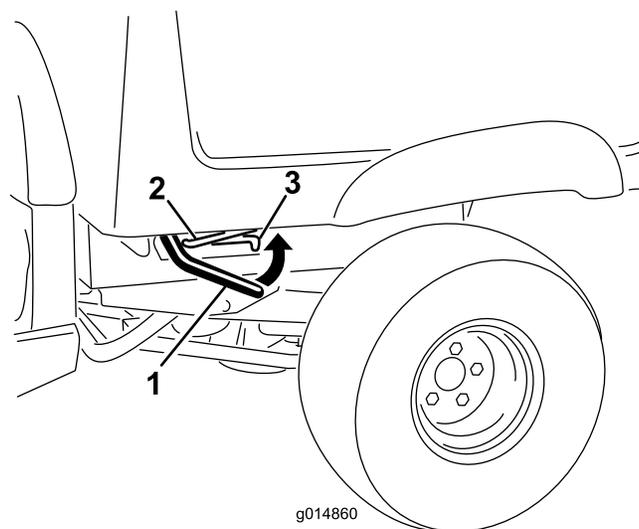

Рисунок 14
1. Поднимите рычаг с любой стороны кузова и поднимите кузов вверх (Рисунок 14).
1. Немного приподнимите грузовой кузов, нажав вверх на рычаг защелки (Рисунок 14).